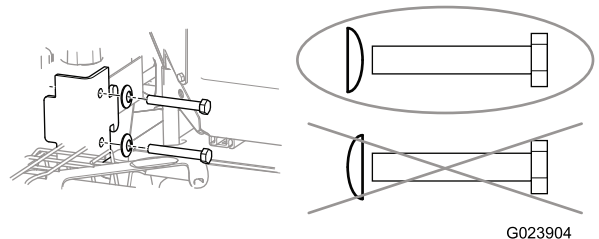

Figure 7
**Important:** Veillez à placer la rondelle élastique en tournant la face convexe vers la tête du boulon, comme montré à la Figure 7.